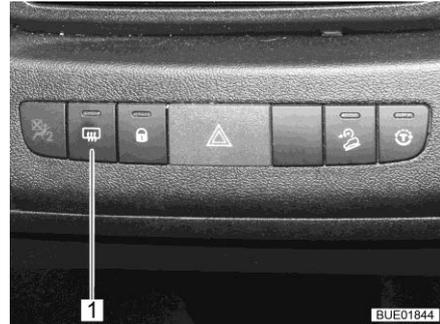

Fig. 35 Interruptor de calefacción de los retrovisores exteriores
- Pulsar el interruptor (Fig. 35,1) en el salpicadero. La luz de control en el interruptor indica el funcionamiento.